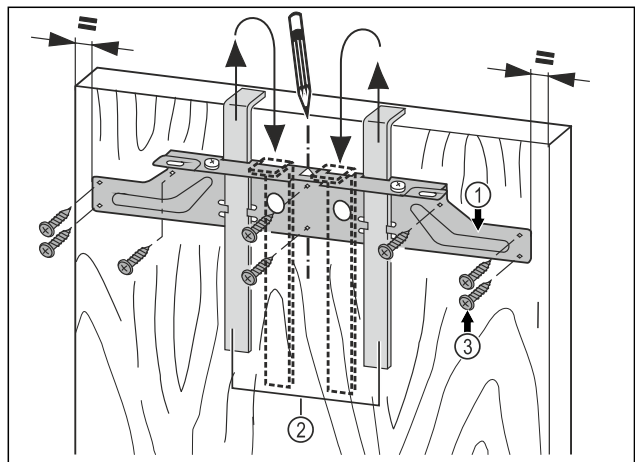

Fig. 44
- ▶ Hang de montagebalk Fig. 44 (1) met de montagehulp Fig. 44 (2) aan de binnenkant van de meubeldeur.
- ▶ Bevestigingstraverse Fig. 44 (1) in het midden van de deur uitlijnen.
- ▶ De bevestigingstraverse Fig. 44 (1) met minstens 6 schroeven Fig. 44 (3) vastschroeven.
- ▶ Bevestigingstraverse Fig. 44 (1) met 4 schroeven Fig. 44 (3) in de rand vastschroeven.
- ▶ Montagehulpstukken Fig. 44 (2) naar boven toe eruit trekken en gedraaid in de daarnaast gelegen opnameopeningen schuiven.